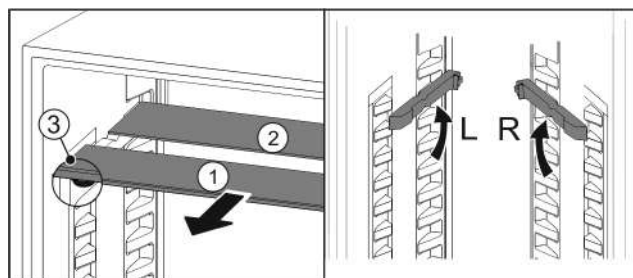

Fig. 104
- ▶ Steklene plošče posamično izvlecite Fig. 104 (1) naprej.
- Steklena plošča Fig. 104 (1) z okrasno letvijo je spredaj.
- Zaustavljalniki Fig. 104 (3) so obrnjeni navzdol.